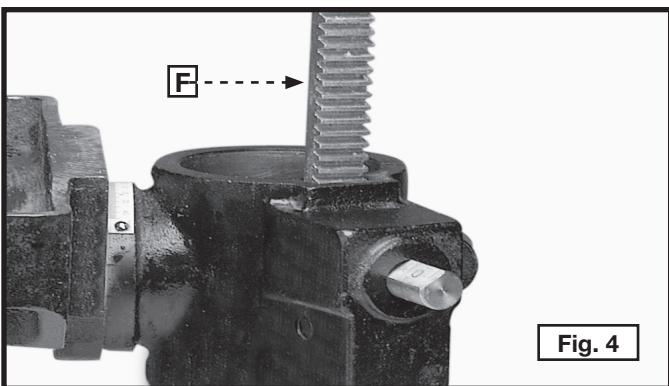

Fig. 4
3. Insérer la crémaillère (F), fig. 4, (retirée à l'ÉTAPE 1) dans la rainure du support de la table.